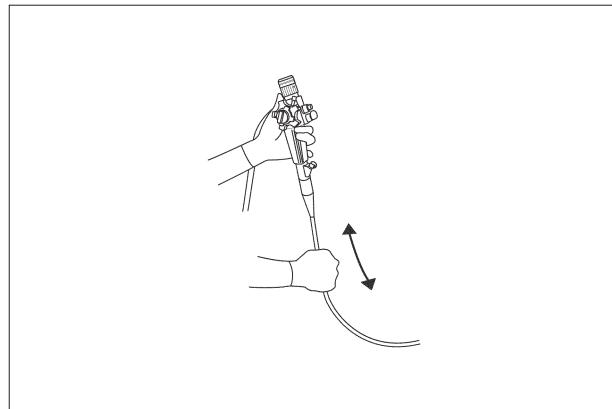

Рис. 3.2
4. Произведите тщательное обследование кончиками пальцев всей поверхности вводимой трубы в обоих направлениях (см. рис. 3.2). Убедитесь в отсутствии выступающих участков металлической проволоки на вводимой трубке. Также убедитесь в отсутствии необычной жесткости вводимой трубы.